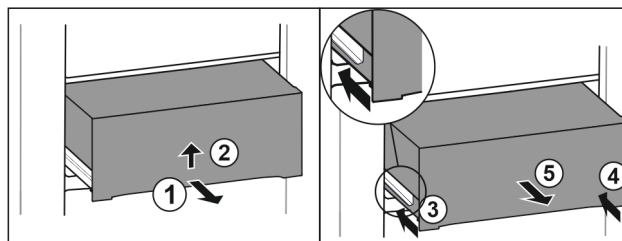

Fig. 45
- ▶ Træk skuffen halvt ud. Fig. 45 (1)
- ▶ Løft skuffen på undersiden. Fig. 45 (2)
- ▶ Skub den venstre skinne ind. Fig. 45 (3)
- ▶ Skub den højre skinne ind. Fig. 45 (4)
- ▶ Tag skuffen ud fremefter. Fig. 45 (5)